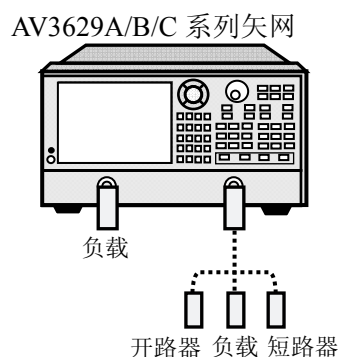

图 14-13 单端口校准连接框图二
- d) 开始进行校准, 如图 14-13 所示, 在端口 1 连接负载, 按[开路]→[N Female (OPEN)], 按照提示在端口 2 连接开路器, 按[确定]进行开路校准, 完成后按[确定]。按[短路]→[N Female (SHORT)], 按照提示在端口 2 连接短路器, 按[确定]进行短路校准, 完成后按[确定]。按[负载]→[N Female (LOAD-Fixed)], 按照提示在端口 2 连接负载, 按[确定]进行负载校准, 完成后按[确定]→[确定]按钮完成校准;